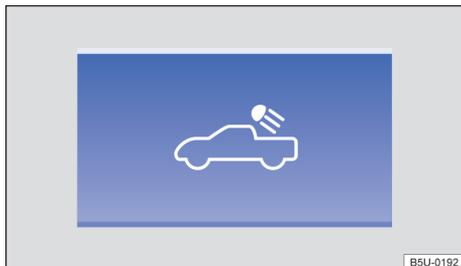

Fig. 65 En la consola central: tecla de iluminación del compartimento de carga.
- Para **conectar**: presionar la tecla → **fig. 65** en el panel de instrumentos.
- Para **desconectar**: presionar nuevamente la tecla → **fig. 65** en el panel de instrumentos, desactivar la luz de posición o conectar el encendido del vehículo.